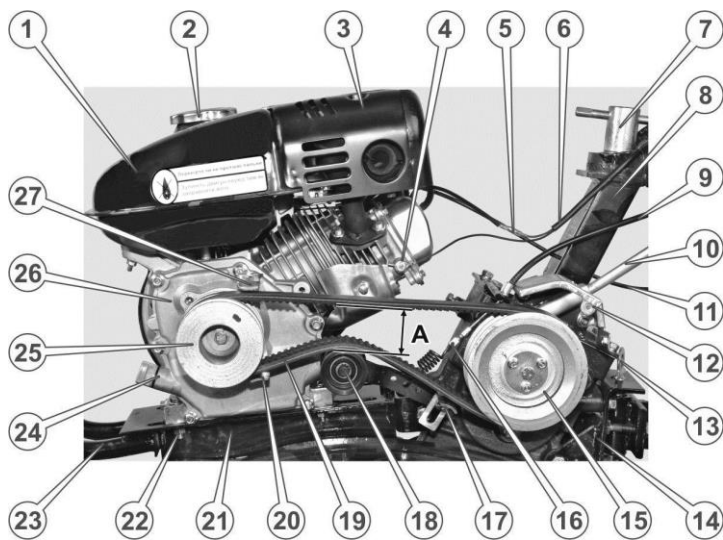

Рис. 4.3. Вид двигуна без кожуха реминої передачі
9. Оглянути двигун мотоблока на механічні пошкодження. Встановити двигун на раму мотоблока (див. рис. 4.3.) та закріпити болтами, які передбачені в комплекті кріпильних виробів.
19. Важіль перемикання передач (див. рис. 4.3.) вставити в гніздо коробки передач, зафіксувати пальцем та зашплінтувати.